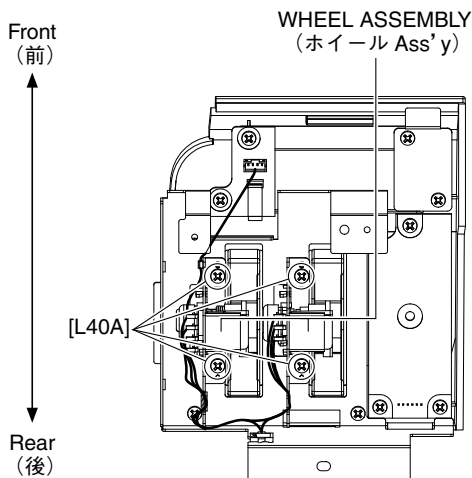

Fig. 12 (図 12)
17-4. Remove the four (4) screws marked [L40A]. The wheel assembly can then be removed. (Fig. 12)
17-4. [L40A] のネジ 4 本を外して、ホイール Ass'y を外します。(図 12)